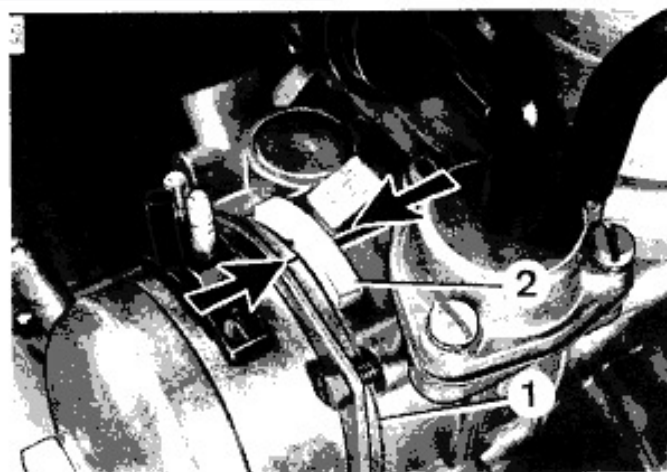

Рис. 4
- Удалить предохранительную крышку с пускового устройства (1) и предохранительный колпачок с регулировочного винта (2) (Рис. 4)
- Установить предохранительный колпачок на регулировочный винт (2) (Рис. 4).
4. МАРКИРОВКА КРЫШКИ ПУСКОВОГО УСТРОЙСТВА (Рис. 4)